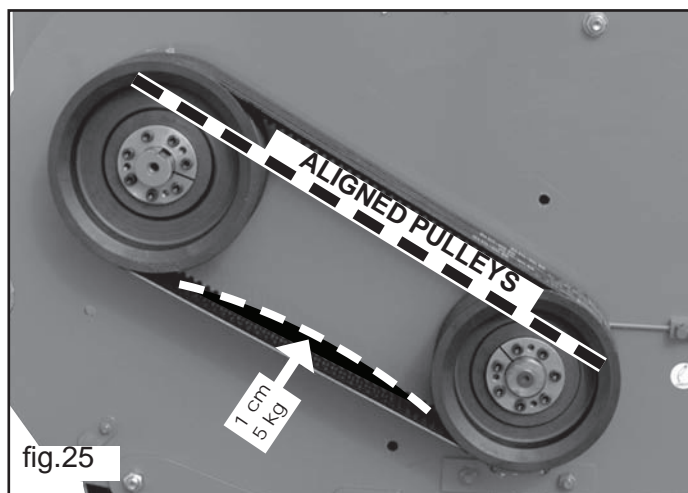

fig.25
- A cinghie tensionate controllare l'allineamento delle pulegge (fig.25).
Mettendo in tensione le cinghie si raccomanda di fare massima attenzione alle planarità delle pulegge. Premere sulla cinghia, nella zona centrale fra le due pulegge, con una forza di 5 Kg, la forza deve provocare una deformazione sulla singola cinghia di 1 cm (fig.25). È consigliabile a tal proposito, munirsi di una riga metallica di lunghezza adeguata, e appoggiandola sui bordi delle due pulegge (vedere linea tratteggiata fig.25), la stessa deve toccare tutti e quattro i bordi delle pulegge stesse.